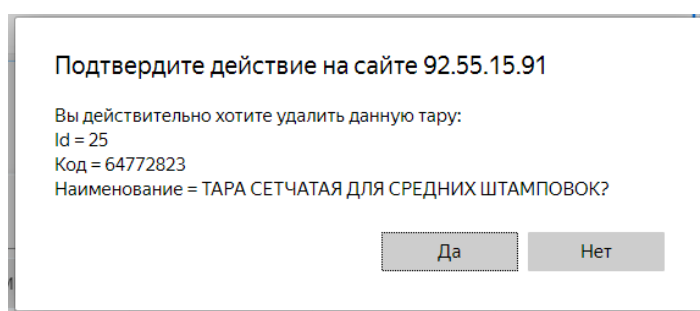

Рис. 8.12 – Подтверждение удаления строки
- 3) в появившемся окне подтвердить удаление записи (см. рис. 8.12).